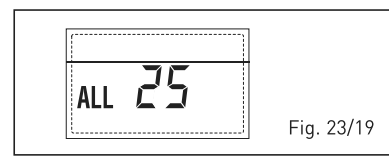

Fig. 23/19
- **ANOMALÍA SONDA AUXILIAR (S3) “ALL 26” (fig. 23/20)**